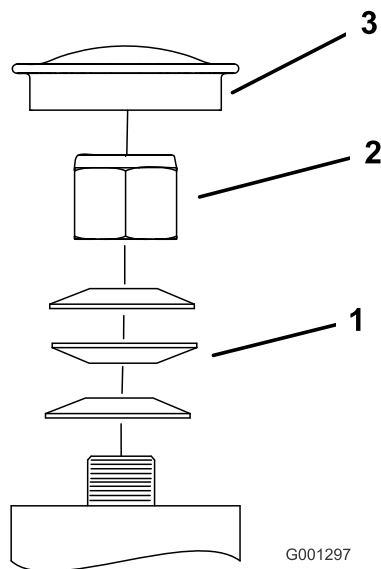

Figura 59
3. Retire el tapón guardapolvo de la rueda giratoria y apriete la contratuerca (Figura 59).
4. Apriete la contratuerca hasta que las arandelas de muelle estén planas, luego afloje 1/4 de vuelta para establecer la pre-carga correcta de los cojinetes (Figura 59).
- Importante:** Asegúrese de que las arandelas de muelle están correctamente instaladas, según se muestra en Figura 59.
5. Coloque el tapón guardapolvo (Figura 59).